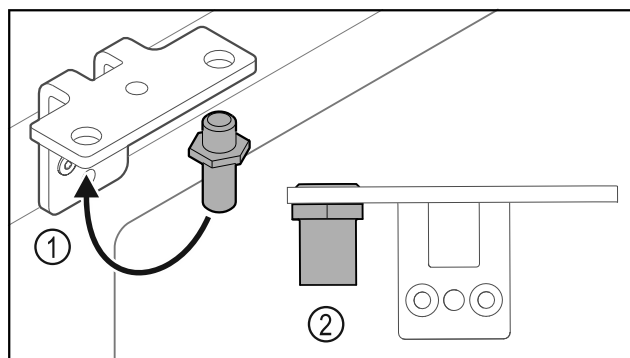

Fig. 25
- ▶ Helyezze át a csuklópántban a csapszeget Fig. 25 (1).
- ▶ Húzza meg a csapszeget Fig. 25 (2) 12 Nm-es forgatónyomatékkal.